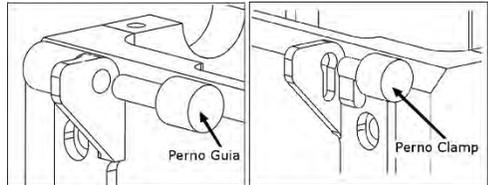

Fig 1C. Ubicación de pernos en bisagras
1.- Coloque la tapa sobre el soporte de cuchillas haciendo coincidir los pernos de la tapa con las muescas de las bisagras (Fig. 1C) por el lado izquierdo de las bisagras.